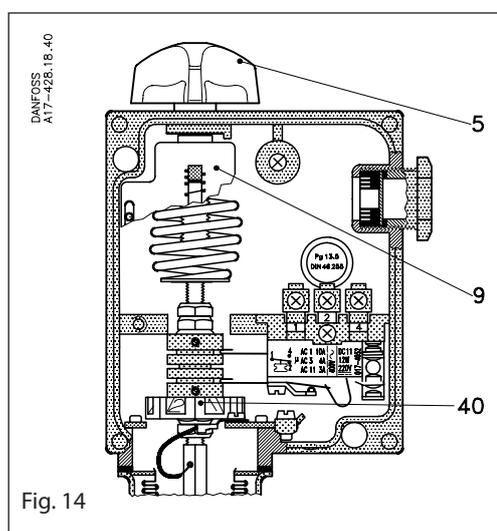
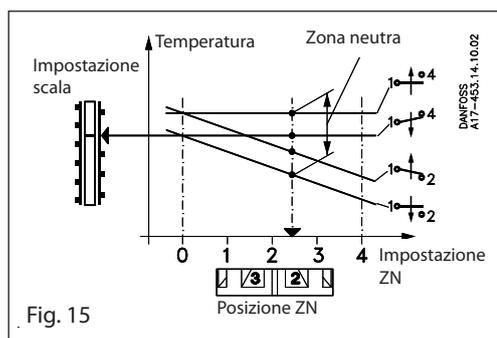
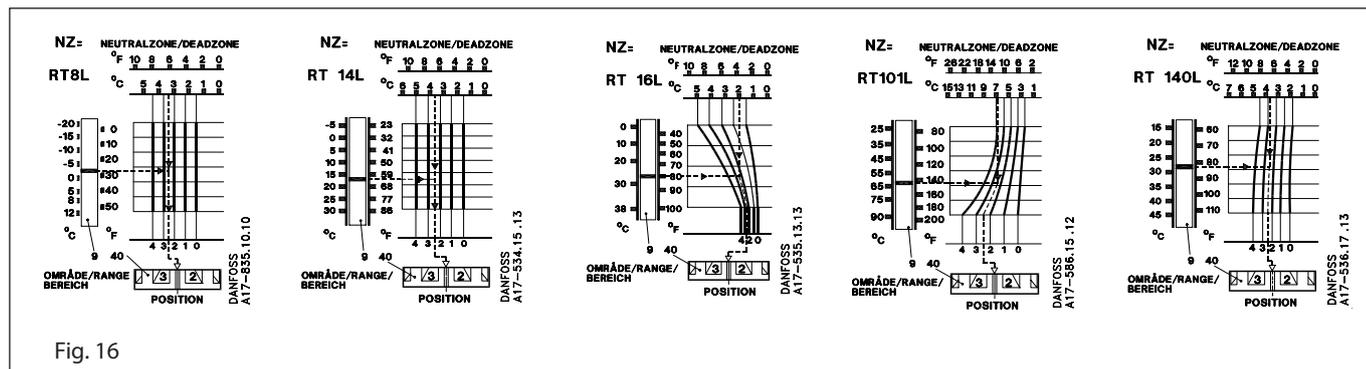

Fig. 14
Fig. 15
Fig. 16
L'impostazione viene effettuata mediante apposita manopola (5), fig. 14, leggendo la scala principale (9). Il valore di impostazione è la temperatura di apertura dei contatti 1-4, fig. 15. La zona neutra necessaria deve essere individuata nel grafico relativo all'unità interessata, fig. 16. La posizione nella quale il disco di zona neutra (40) deve essere impostato, può essere letta nella scala inferiore del grafico.
Agendo sulla manopola di regolazione, impostare il termostato a 24°C. Le linee tratteggiate del grafico relativo a RT 16L, fig.16 si intersecano fra di loro sulla curva nella posizione 2.8 e quindi il disco di regolazione della zona neutra (40) deve essere impostato in quella posizione.